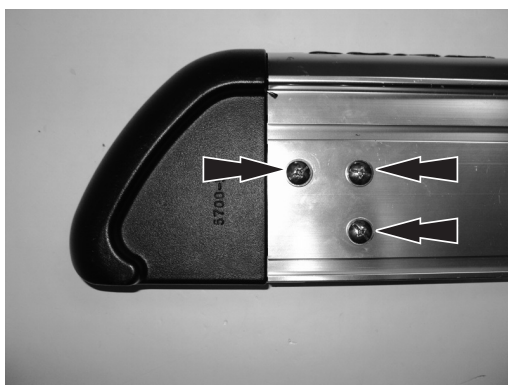
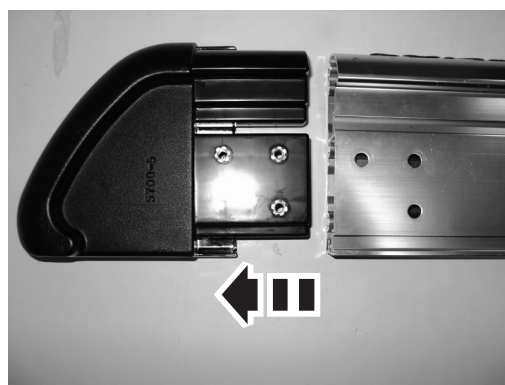

Figure 4
Figure 5
Déposer les (3) vis en maintenant l'embout sur le marchepieds (Figure 4). Retirer soigneusement l'embout de l'extrusion (Figure 5).